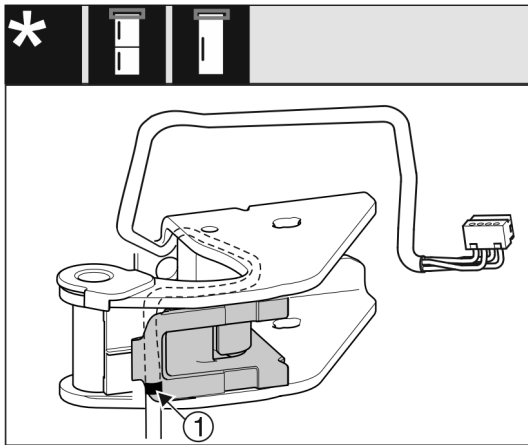

Fig. 19
- ▷ Stredná značka sa pritom musí nachádzať na hrane držiaka kábla Fig. 19 (1).